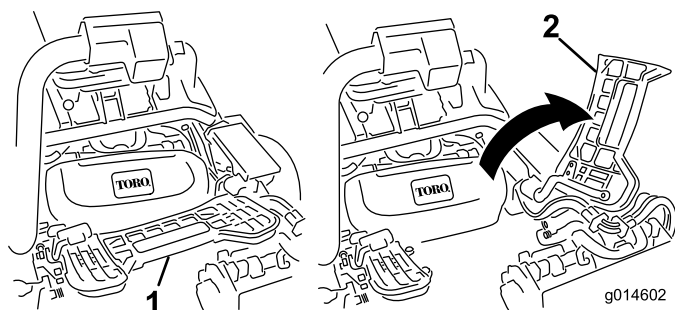

Figura 11
7. Per installare l'apparato di taglio centrale, sollevate il poggiaiedi e ruotatelo, per consentire l'accesso alla posizione dell'apparato di taglio centrale.(Figura 11)